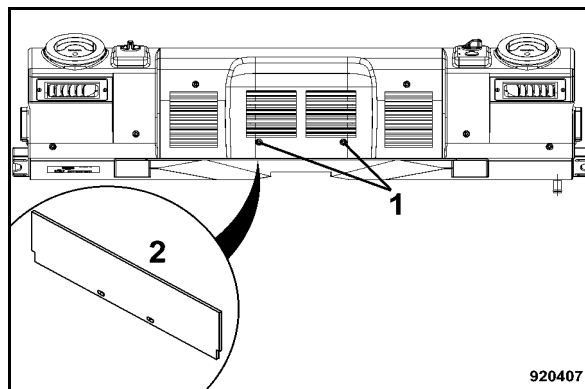

Fig. 161
- Dévisser les vis (1) (Fig. 161).
- Extraire le filtre (2) par le bas.